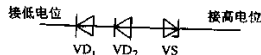

图 2-27 利用普通二极管同稳压二极管串接获得稳定电压示意图
(1) 由于不同型稳压二极管的稳定电压值大小不同，所以要用原型号的稳压二极管更换。
(2) 一些场合下可以用如图 2-27 所示的方式获得所需要的稳定电压。电路中，VD₁ 和 VD₂ 是普通二极管，VD₃ 是稳压二极管，此时总的稳定电压是 VD₃ 的稳压值加上两只二极管正向导通后的管压降，对硅二极管而言为正向导通后的管压降为 0.6V 左右。注意，两只普通二极管应按图示的极性与稳压二极管相连。